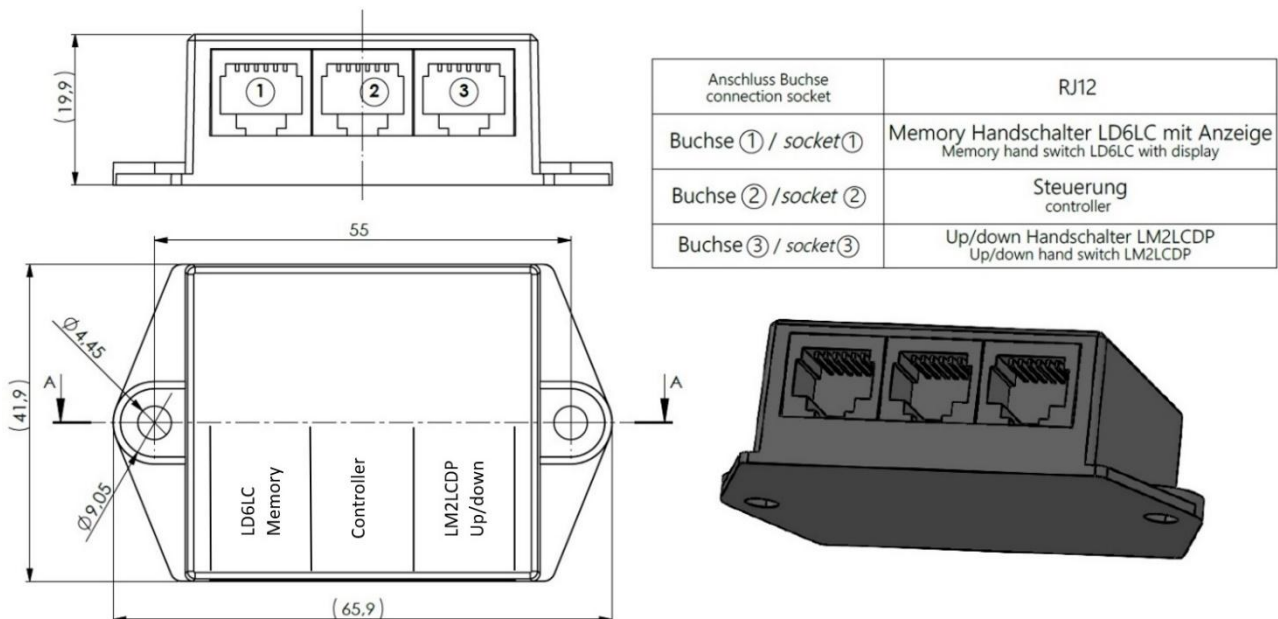

Abbildung 34: Splitter Adapter
- ➔ Für die parallele Bedienung einer Steuerung mit den beiden Handschalter muss ein Kabel RJ12 an die elektrische Steuerung angeschlossen werden (Abbildung 24 Anschluss Nr.5). Anschließend muss dieses Kabel RJ 12 der Steuerungen noch an den mittleren Kontakt des Splitter Adapters angeschlossen werden (Abbildung 34; Anschluss Nr. 2).
- ➔ Verbinden Sie den Stecker des Memory Handschalters LD6LC mit dem Splitter Adapter (Abbildung 34; Anschluss Nr. 1)
- ➔ Verbinden Sie den Stecker des Up/down Handschalters LM2LCDP mit dem Splitter Adapter (Abbildung 34; Anschluss Nr. 3)